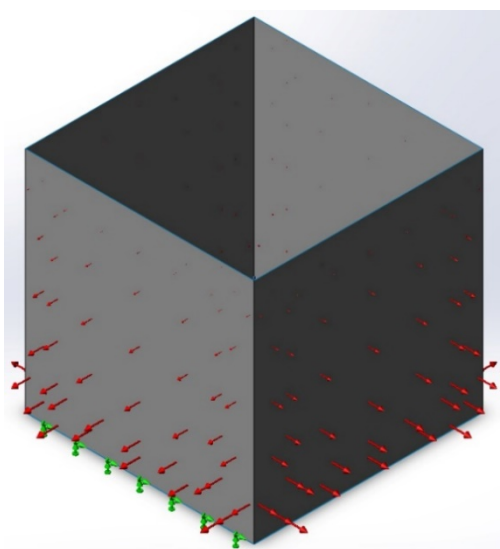

Рис. 4.157
- Модель показана на рис. 4.157.